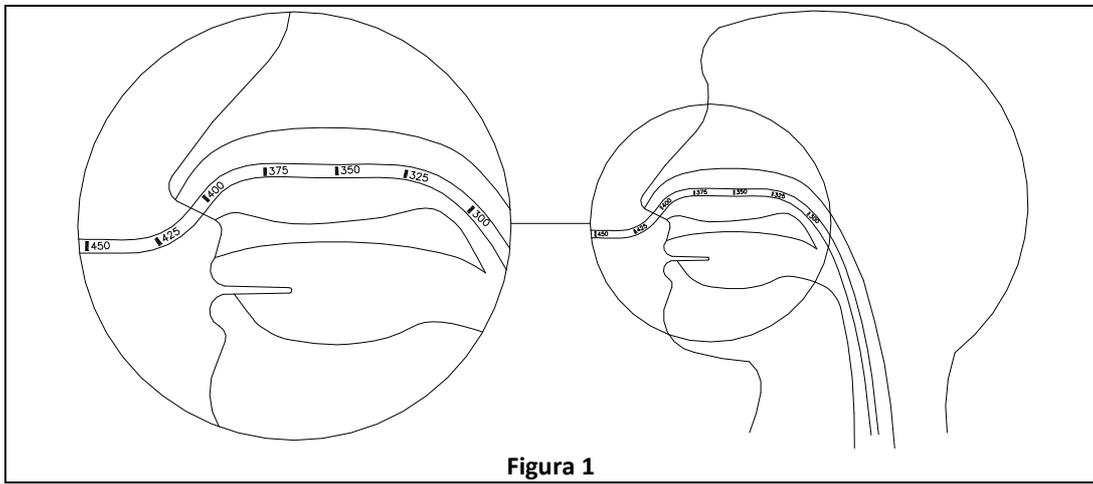

Figura 1
- 5) Inserire il sondino NutriVent™ nella fossa nasale posteriore attraverso la narice e farlo avanzare nell'esofago e nello stomaco fino a raggiungere una profondità di 40-42 cm (**Figura 1**).